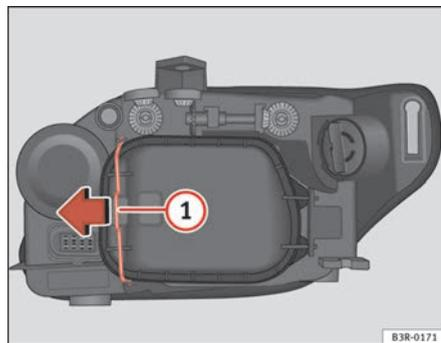

Fig. 193 Médios
⇒ página 266, fig. 193, facilita a substituição da lâmpada do indicador de
- Desloque o tirante ⇒ fig. 193 ① no sentido da seta e retire a tampa rígida separando primeiro o lado do tirante e retirando depois as duas patilhas da extremidade contrária da tampa.